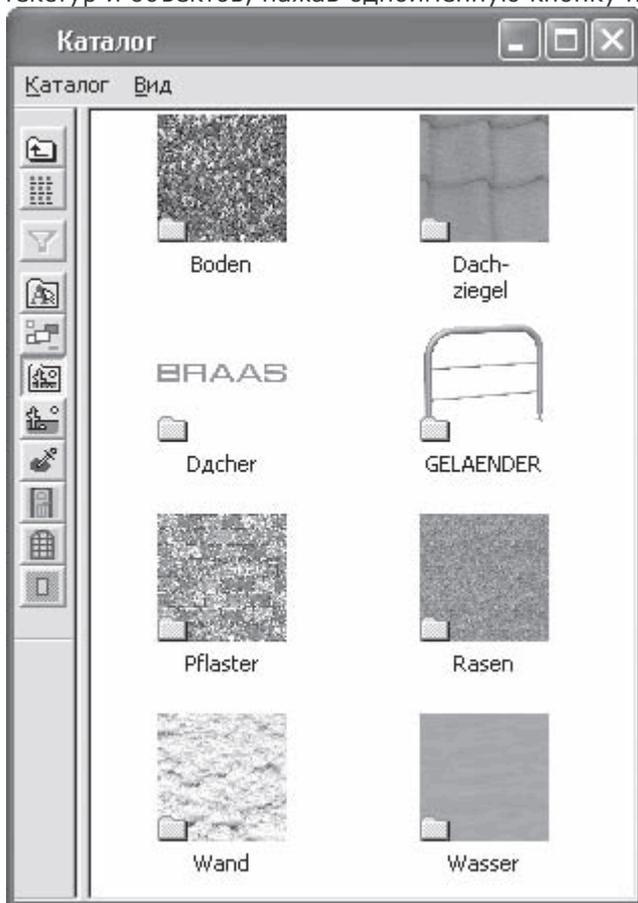

Рис. 5.35. Раздел Текстура каталога текстур и объектов
1. Откройте ранее созданный проект двухэтажного коттеджа или загрузите его из файла CH03\Trees.acp. Перейдите в режим дизайна, если проект находится в режиме конструирования. Откройте раздел Текстура (рис. 5.35) в окне каталога текстур и объектов, нажав одноименную кнопку на панели инструментов каталога.